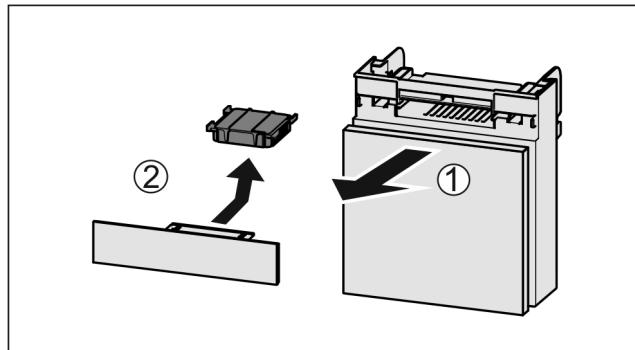

Fig. 119
- Predal izvlecite Fig. 119 (1) naprej.
- Odstranite Fig. 119 (2) aktivni ogleni filter.